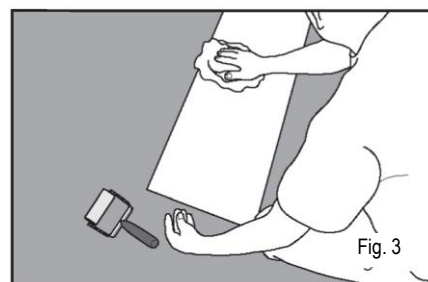

Fig. 3
- È importante pulire tutta la superficie liscia del pannello (lato incollato) con un panno antistatico prima di ciascuna sessione di incollaggio (vedere fig. 3).